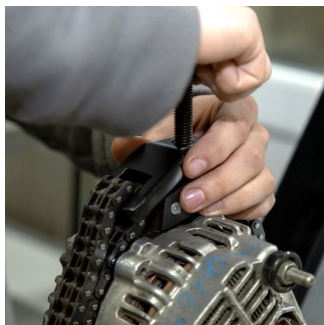

Рисунок 15. Фіксація генератора
- Пропускаємо ланцюг під площадкою і заводимо його в затискач. Обертаючи гвинт за годинниковою стрілкою, фіксуємо генератор (див. рис. 15).